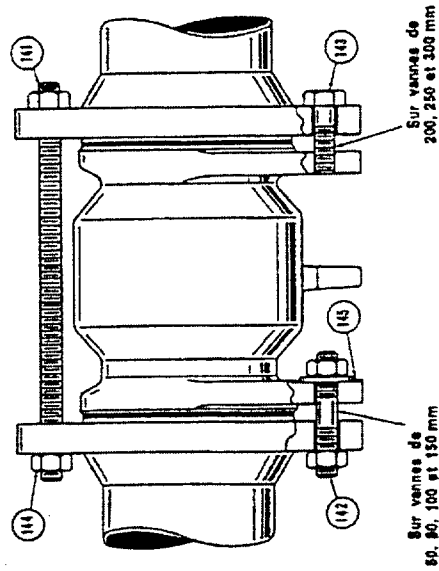

Figure 2 - Boulonnage sur les brides de la tuyauterie
Corps de Vanne (fig. 2)
Dans le cas de certaines normes de brides, le col de la vanne empêche le passage des tirants. Pour pallier cet inconvénient, des oreilles fendues ou à trous taraudés sont prévues sur le corps de vanne. Le serrage est alors effectué par tirants courts (142), munis dans certains cas de rondelles larges (145) ou par des vis à tête hexagonale (143) (voir figure 2).
* Utiliser 2 rondelles (145) avec chaque goujon (voir figure 2)